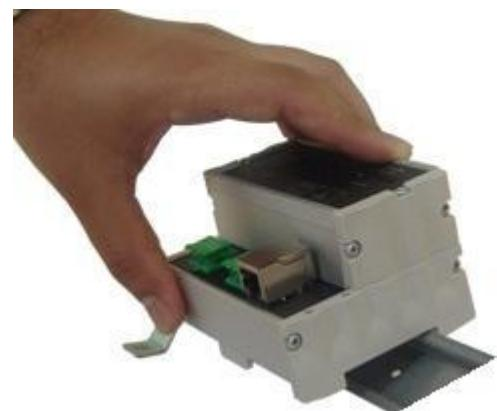

Figura 8
1. Primeiramente posicione a parte superior do LME-200 no trilho DIN 35mm como mostra a Figura 8.